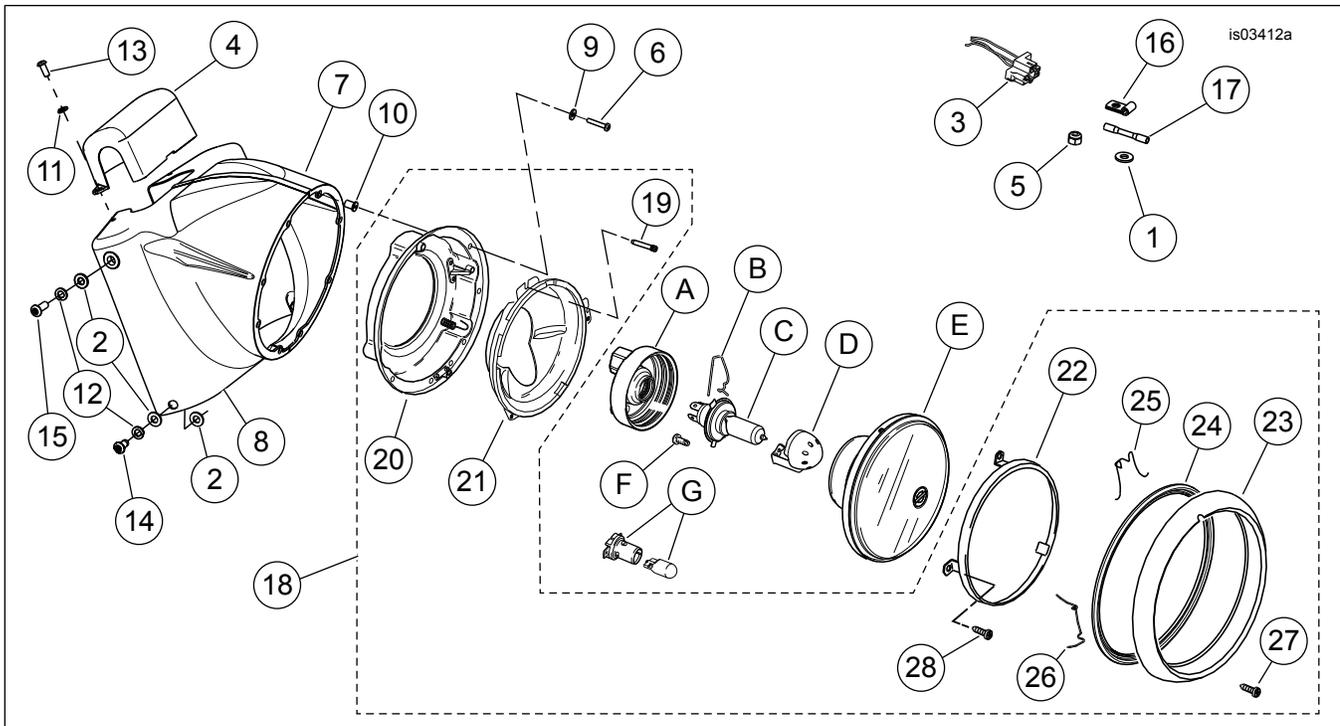

Figura 10. Peças de reposição, kits da nacela do farol dianteiro Freight Train
- Instale a abraçadeira do suspensor do guidom (3) nos suspensores do guidom (1 e 2) sobre o guidom usando quatro parafusos (4) do kit.
10. Veja Figura 10. Instale as porcas de poço (10) nos furos nas metades do compartimento. Instale o lado direito da nacela (7):
- Prenda a parte inferior da nacela ao suporte do garfo com um parafuso comprido (14) de 16 mm (5/8 in), uma arruela de pressão (12) e duas arruelas lisas (2). Coloque a arruela lisa na parte interna e externa da nacela para alinhar a nacela com as tampas do tubo externo do garfo. Deixe os parafusos com folga.
- Prenda a parte superior da nacela com um parafuso comprido (15) de 22 mm (7/8 in), uma arruela de pressão (12) e uma arruela lisa (2). Posicione a arruela lisa na parte externa da nacela. O parafuso não deve sobrar pelos fundos do buraco. Deixe os parafusos com folga.
11. Emende o chicote de fios do farol dianteiro (3) nos fios existentes cortados no passo 6:
- Insira cada extremidade do fio sendo dividido em extremidades opostas de um conector de emenda selada (17).
14. Veja Figura 10. Prenda a tubulação do freio na traseira da nacela do lado direito usando as duas abraçadeiras retentoras da tubulação do freio (16) do kit. Prenda as abraçadeiras ao lado direito da nacela com parafusos originais de 16 mm (5/8 in), e arruelas lisas (1) com 6,4 mm (1/4 in) de diâmetro interno e porcas de travamento (5) (a arruela deve ser instalada abaixo da porca).
17. Instale o conjunto do farol dianteiro e a carcaça no compartimento usando oito arruelas (4) e parafusos (5) do kit.
18. Veja Figura 10. Coloque a capa do guidom (4) em posição e prenda com parafusos (13) de 16 mm (5/8 in) de comprimento e arruelas de pressão (11).
4. Veja Figura 10. Instale o conjunto do aro do farol dianteiro (23 a 26) com o parafuso (27).